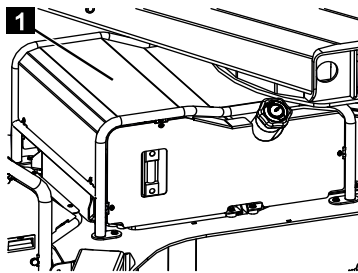

Fig. 237
4. Dévisser le capot (Fig.237/1).